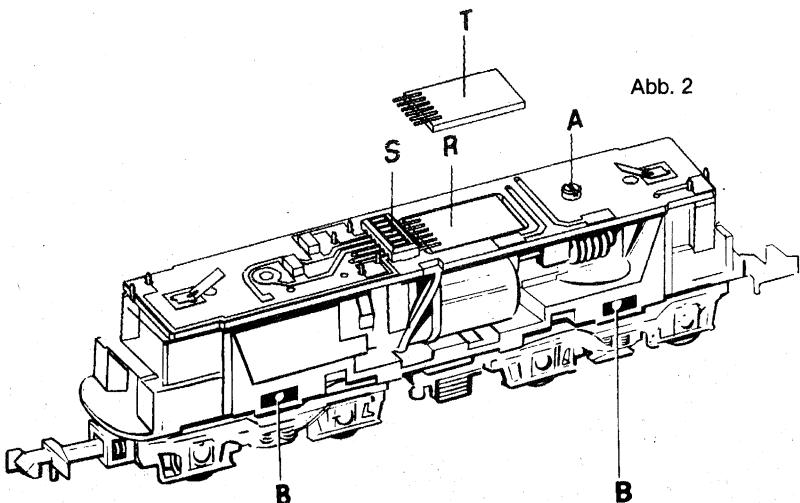
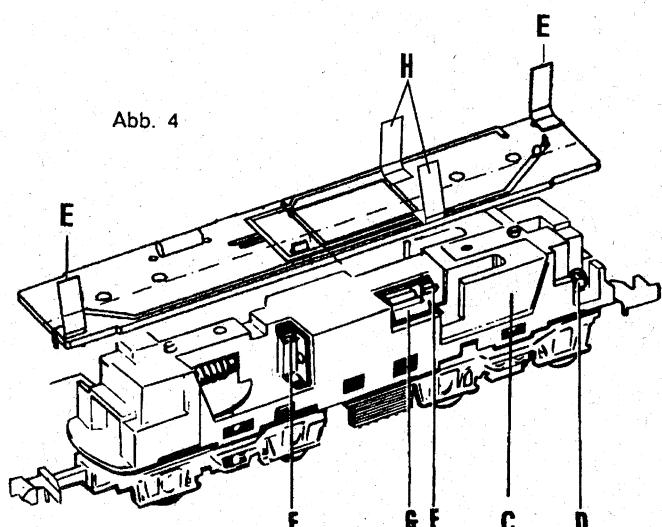

Abb. 2
Abb. 4
Schraube A (Abb. 2) lösen, die Schaltungsplatine wegklappen. Lampen D seitlich aus dem Fahrgestellkörper herausnehmen und austauschen. Beim Aufsetzen der Schaltungsplatine darauf achten, daß Kontaktfedern E gut am Lötnippel der Lampen anliegen, und Kontaktfedern H an der freien Seite des Motors.
Motor austauschen (Abb. 4)
Austausch der Drehgestelle (Abb. 2)
Einbau des Selectrix-Fahrzeug-Decoders 66830 (Abb. 2)
(3) Dachleitung lang	12 7157 00
(4) Dachleitung kurz	12 7158 00
(5) Halter für Dachstromabnehmer	12 7159 00
(6) Hochspannungschalter	12 7545 00
(7) Fenstereinsatz	12 7482 01
(8) Lichteiter	12 7156 00
(9) Trittbrett	12 7486 01
(10) Pufferbohle	12 4805 00
(11) Puffer	74 0337 00
(12) Steckerplatine für Gleichstrombetrieb (mit Kondensator für Funkentstörung und Lichtwechseldiode)	41 2800 25
(T) Selectrix-Fahrzeug-Decoder ((Abb. 2))	66830
(S) Kontaktleiste (in 13 enth. ((Abb. 2))	41 2862 25
(13) Schaltungsplatine	31 2754 05
(14) Motor-Halteklammer	73 1481 00
(15) Motor-Bürsten	40 0159 00
(16) Motor	31 2754 04
(17) Glühlampe	40 0303 00
(18) Drehgestell-Lagerstift	14 0241 00
(19) Kontaktfeder	13 2922 15
(20) Schleifer-Platte (mit Umschalter für Oberleitungsbetrieb)	41 2936 06
(21) Halter für Schleiferplatte	12 7154 00
(22) Zahnrad groß	12 2021 00
Replacement of bulbs (Fig. 4)
Undo screw A (Fig. 2) and lift off printed circuit (Fig. 4). Remove bulbs D from body and replace. When re-assembling the loco ensure good contact 1) between bulbs and contact strips E and 2) between contact-strip H and the motor (cables to go on the outside across H).
Replacement of motor (Fig. 4)
Take out motor and replace worn brushes in accordance with Fig. 4 (L-M-N). Do not lose the tiny pressure springs when removing brush retaining clips (L).